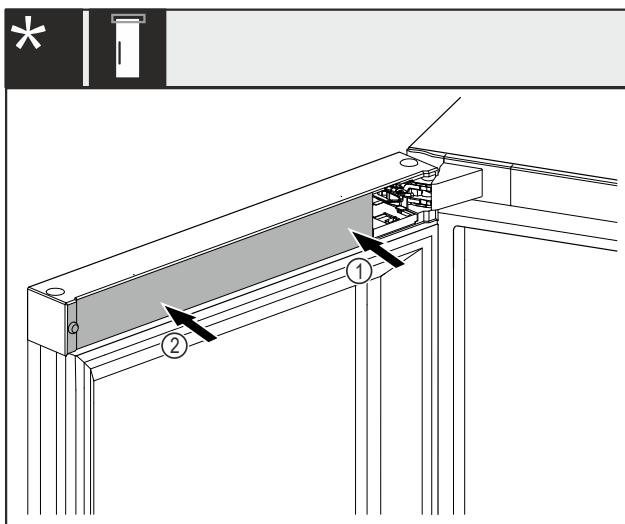

Fig. 43 *
- Abdeckung Fig. 43 (1) zuerst an der Lagerbockseite aufsetzen und einrasten.*
- Abdeckung Fig. 43 (2) an der Aussenseite aufsetzen und einrasten.*